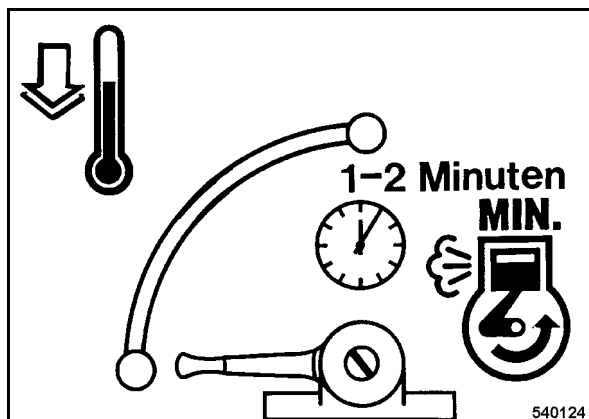

рис. 21
- Установить рычаг управления частотой вращения (рис. 21) в положение холостого хода.